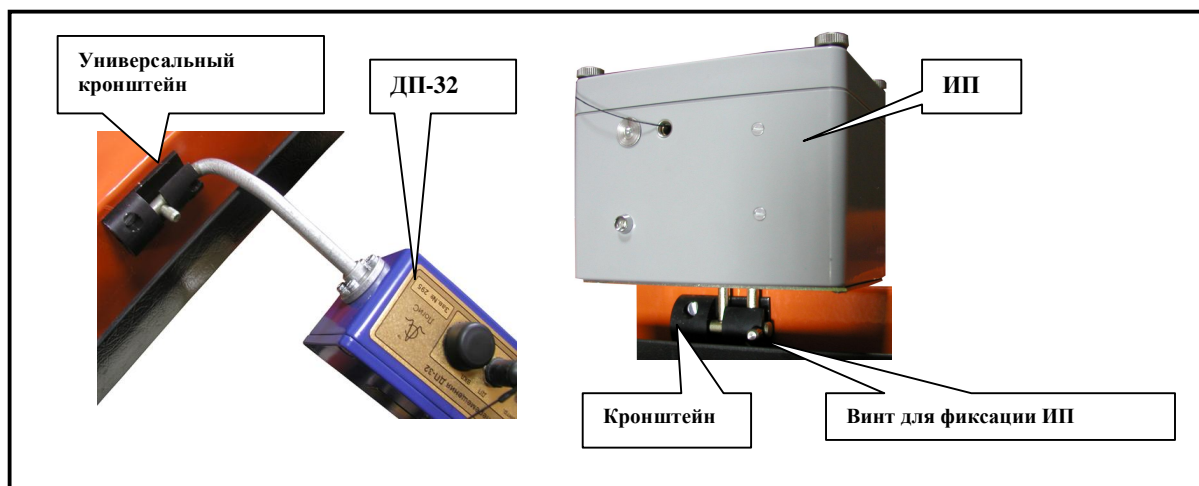

Рисунок 1.1.7. Установка ДП-32 и ИП
5. При необходимости присоедините датчик перемещений (ДП-32) с колесом или измеритель пути (ИП) к кронштейну (рисунок 1.1.7), который располагается в задней торцевой части и приемного, и передающего блоков.